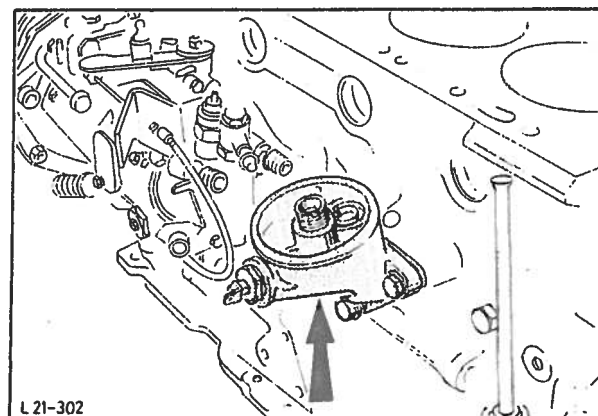

Fig. 79 Oljefilterflens.
56. Skru på oljefilterflensen med en ny tetningsring og trekk til med riktig moment, fig. 79.